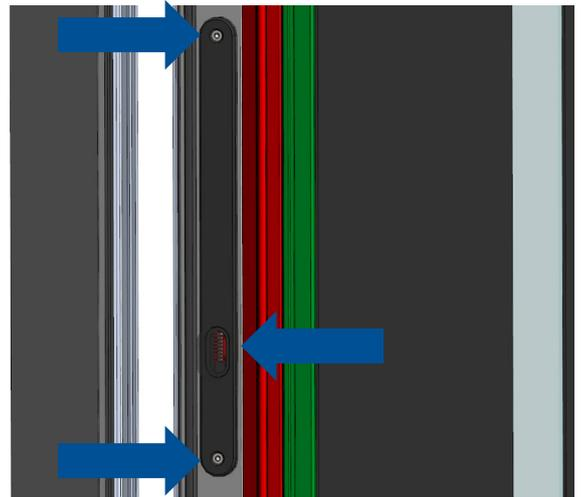

Bild 3: Befestigungsschrauben und Dichtstopfen an der Elektronik
- Prüfen, ob der Dichtstopfen vorhanden ist, wenn nicht, dann unbedingt durch Ersatzteil abdichten (s. Bild 3).